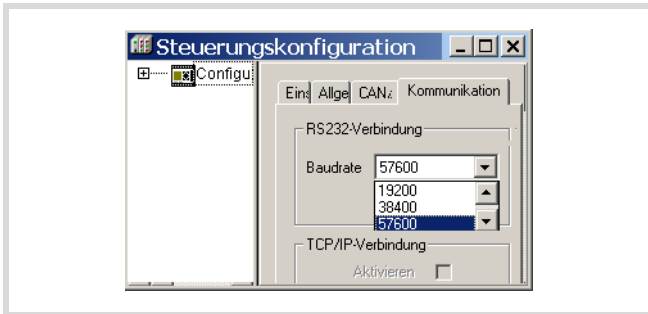

Abbildung 74: Kommunikationsparameter der CPU festlegen
Anschließend können Sie die Parameter der CPU neu festlegen (→ Abbildung 74). Diese Parameter-Änderungen müssen Sie dann für den PC erneut anpassen.
- ▶ Wählen Sie im Listenfeld „Baudrate“ die Baudrate aus (z. B. 57600 Bit/s wie in Abbildung 74).